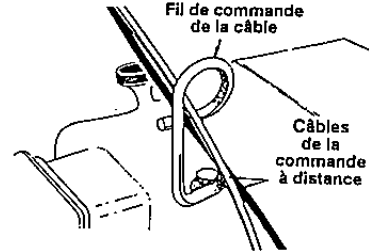

FIGURE 15
- Faites passer les câbles de la commande à distance de la goulotte dans la gaine sur le dessus du moteur. Voir la figure 15.